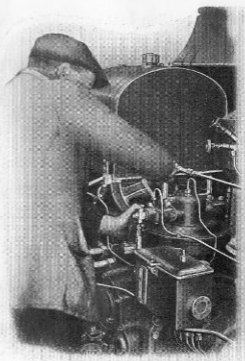

Fig. 17.
4. Tryck tummen hårt över hålet och pumpa några kraftiga slag med pumpspaken, så att oljan sprutar ut (se fig. 17). Om detta ej sker omedelbart, fylls pumpen på nytt, och förfarandet upprepas till dess pumpen börjar arbeta.